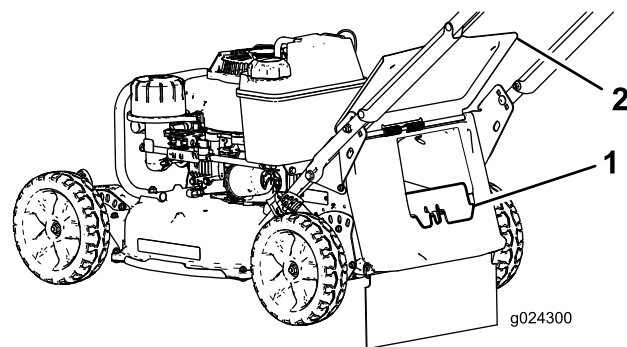

Figure 17
- Si l'obturateur de goulotte arrière n'est pas en place, saisissez-le par la poignée, soulevez le volet arrière, et insérez-le dans la goulotte arrière jusqu'à ce que le verrou s'enclenche; voir Figure 17.
3. Retirez l'obturateur d'éjection arrière en appuyant sur le verrou avec le pouce et en tirant l'obturateur hors de la machine (Figure 17).